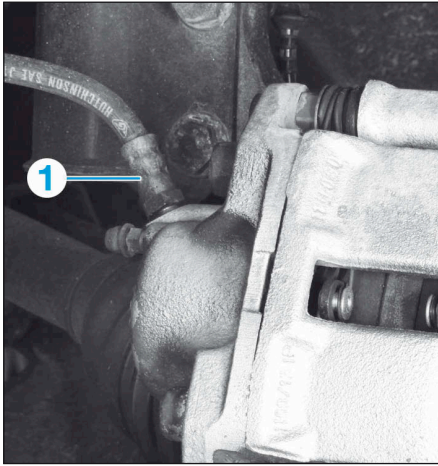

FIG.6
- Desserrer le flexible de liquide de frein (1) de l'étrier (Fig.6).